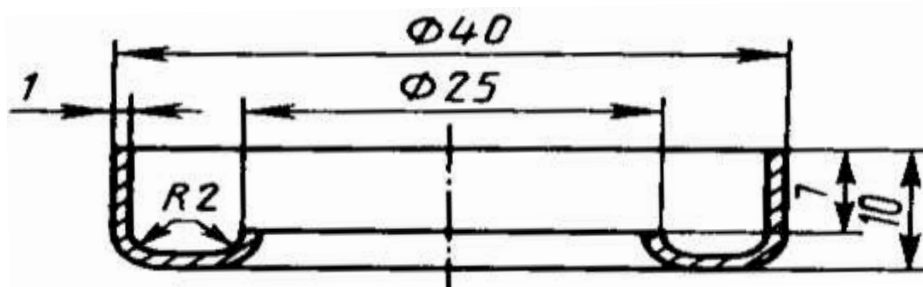

Рис. 33
2. Разработайте процесс изготовления детали (рис. 33) методом холодной листовой штамповки. При выполнении работы следует: установить технологические операции, необходимые для получения детали; определить размеры заготовки; установить вид исходного материала, привести его химический состав и механические свойства; изобразить схему раскроя и определить коэффициент использования материала; выполнить необходимые технологические расчеты; определить технологические зазоры между пуансоном и матрицей при вырубке и пробивке, определить коэффициенты вытяжки и отбортовки; выбрать штамп и указать последовательность выполняемых на нем операций; изобразить схему штампа и описать его работу; установить способ подачи заготовки в штамп; определить усилия на операциях; привести схему оборудования и описать его работу. Материал детали – сталь 10.